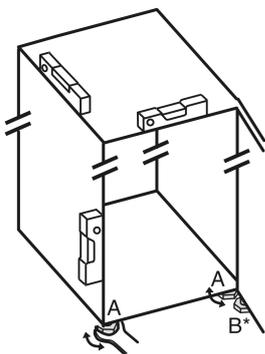

Fig. 8
- ▶ Svitare i piedini regolabili Fig. 8 (A) con la chiave a forchetta contenuta nella fornitura e con l'aiuto di una bilancia idrostatica, finché l'apparecchio non si trova in posizione stabile e piana.
- ▶ Con la chiave a forchetta in dotazione, svitare il piedino regolabile Fig. 8 (B) sul cuscinetto di supporto inferiore, fino a farlo appoggiare sul pavimento.
- ▶ Ruotare ulteriormente il piedino regolabile Fig. 8 (B) di 90°.